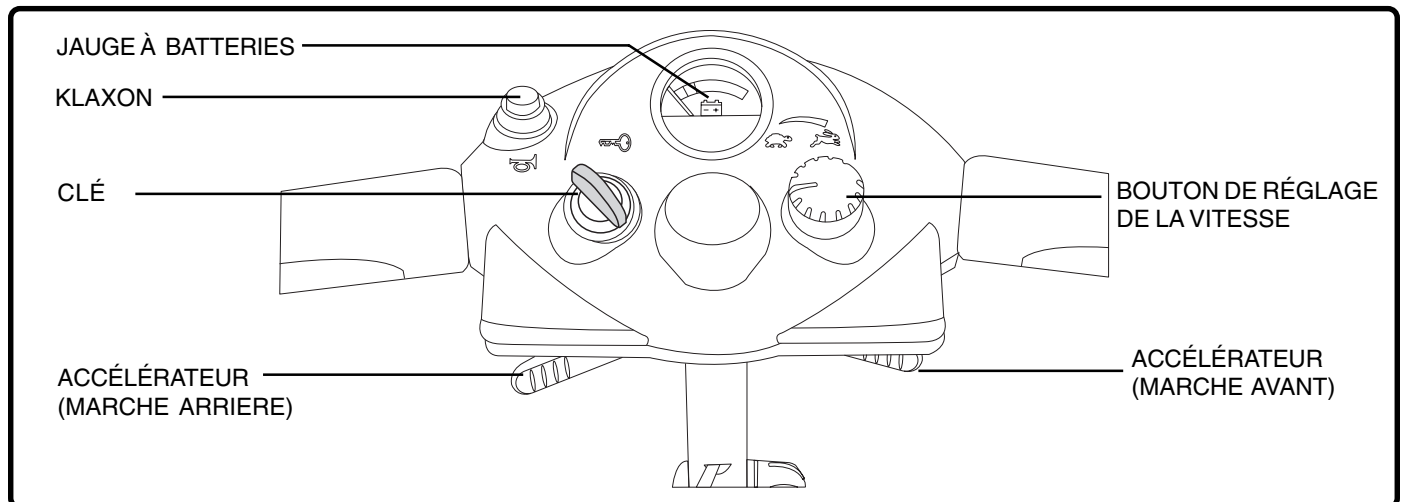

Figure 3.1 Tableau de bord
Lorsque la clé est sur le contact et complètement enfoncée, la jauge affiche la quantité aproximative d'énergie dans les batteries. Vert indique que les batteries sont pleines, jaune indique une charge partielle et rouge indique un besoin de recharge immédiate. (Fig. 3.1).
Pesez sur le bouton pour klaxonner. Assurez-vous que la clé est sur le contact et que le scooter est allumé. N'hésitez pas à klaxonner si vous croyez pouvoir éviter un accident ou des blessures. (Fig. 3.1).
Ces leviers commandent la marche avant ou arrière du scooter selon la vitesse maximale déterminée par le bouton de réglage de la vitesse. Pesez sur un levier pour relâcher les freins et bouger dans la direction désirée. (Fig. 3.1).
- Tournez la clé dans le sens inverse des aiguilles d'une montre pour éteindre votre scooter. (Fig. 3.1).